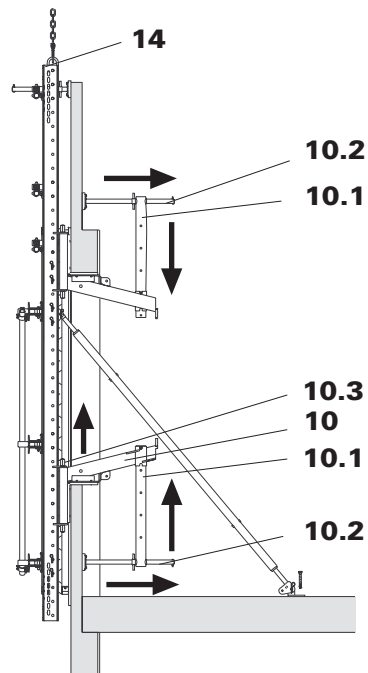

Fig. 18
5. Abaisser d'environ 5 cm la console à vérin **10** avec le vérin de réglage **10.3** Fig. 18
- Fig. 18